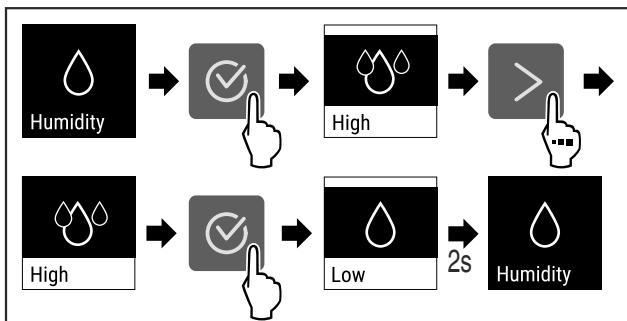

Fig. 76
- Εκτελέστε τα βήματα ενεργειών (βλέπε Fig. 76).